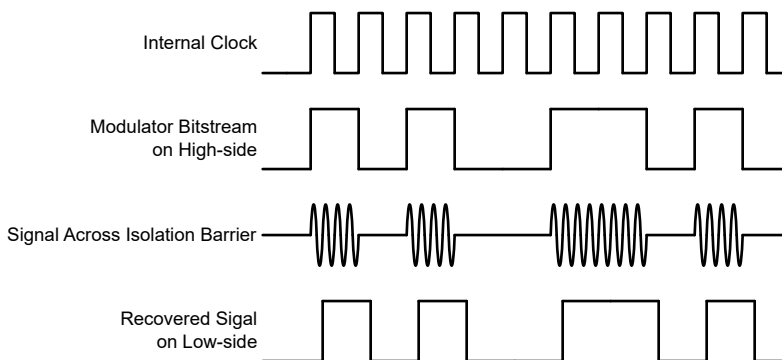

图 7-1. 基于 OOK 的调制方案
如图 7-1 中所示，AMC0380R-Q1 使用开关键控 (OOK) 调制方案跨过基于 SiO_2 的隔离栅传输调制器输出位流。发送驱动器 (TX) 如 功能方框图 中所示。TX 跨过隔离栅发送一个内部生成的高频载波来表示数字一。而 TX 不发送信号则表示数字零。AMC0380R-Q1 内使用的载波标称频率为 480MHz。